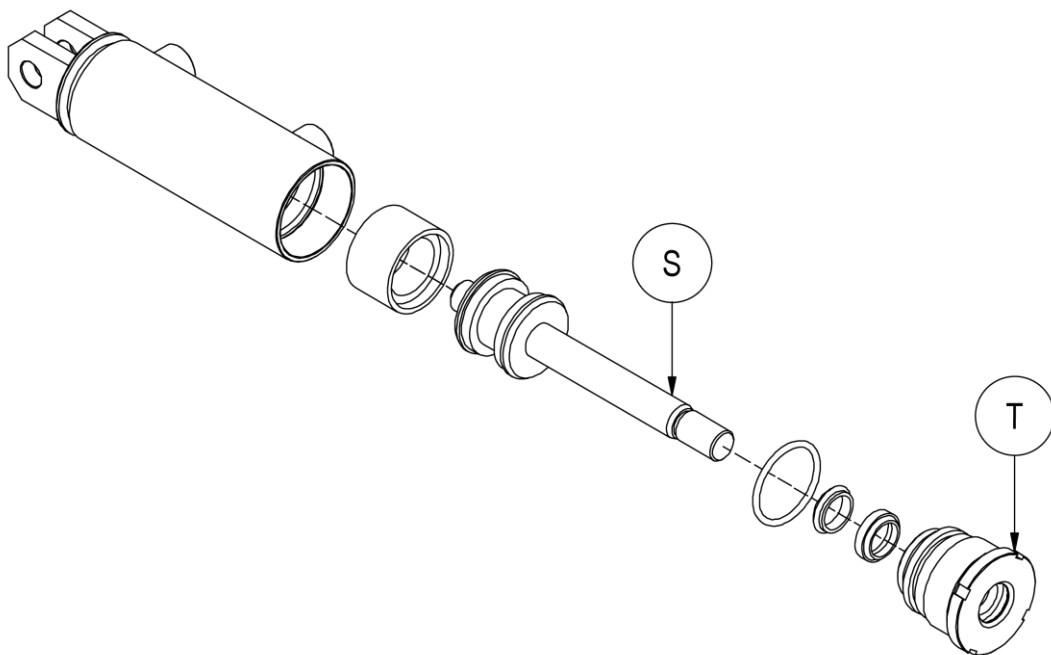

Figura 32
8. Prendere come riferimento la *Figura 32*.